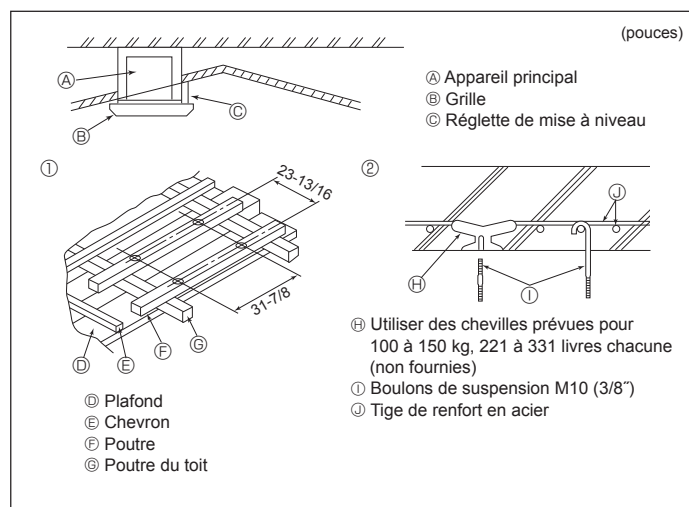

Fig. 2-4
2.4. Structure de suspension (Construire une structure renforcée à l'endroit de suspension de l'appareil) (Fig. 2-4)
① Structures en bois
② Structures en béton armé